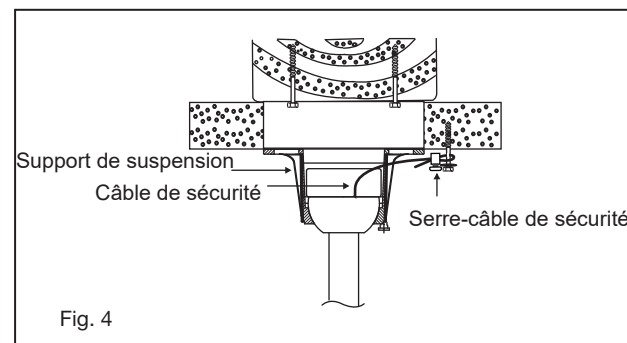

Fig. 4
- 4 REMARQUE: La languette opposée à l'ouverture du support de suspension doit s'insérer dans la fente de la boule. (Fig.4)
(Fig.4). Coupez l'excédent de câble de sécurité.
Un flux d'air VERS LE HAUT déplace l'air plus chaud de la zone du plafond, comme illustré à la figure 4. Cela vous permet de régler votre unité de chauffage sur un réglage plus frais sans ff ecter votre confort.